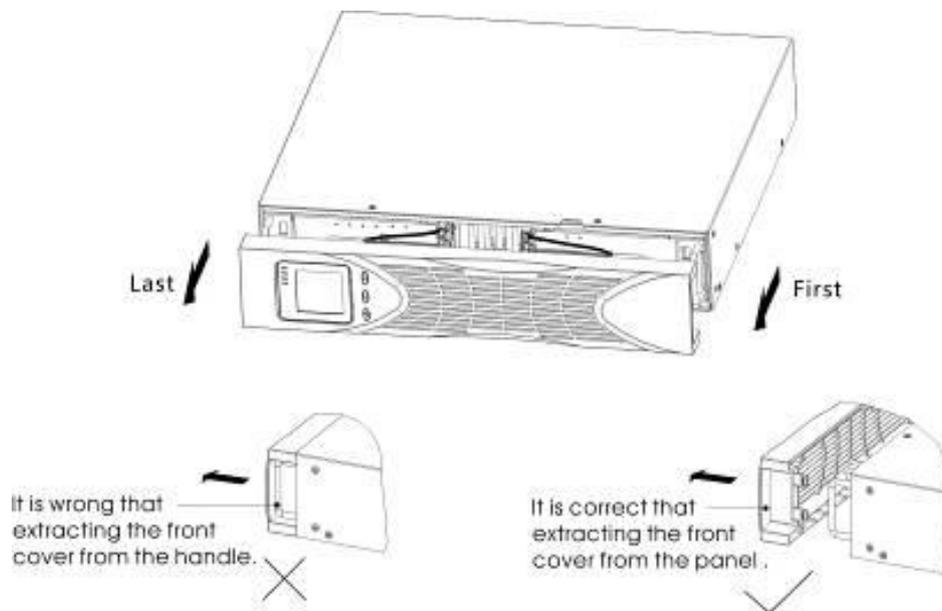

Abbildung 8
(1) So schließen Sie die optionalen Batterieerweiterungsschränke (EBP) wie folgt an die USV an:
- a) Entfernen Sie die Frontblende jedes einzelnen Schränks (Abbildung 8).